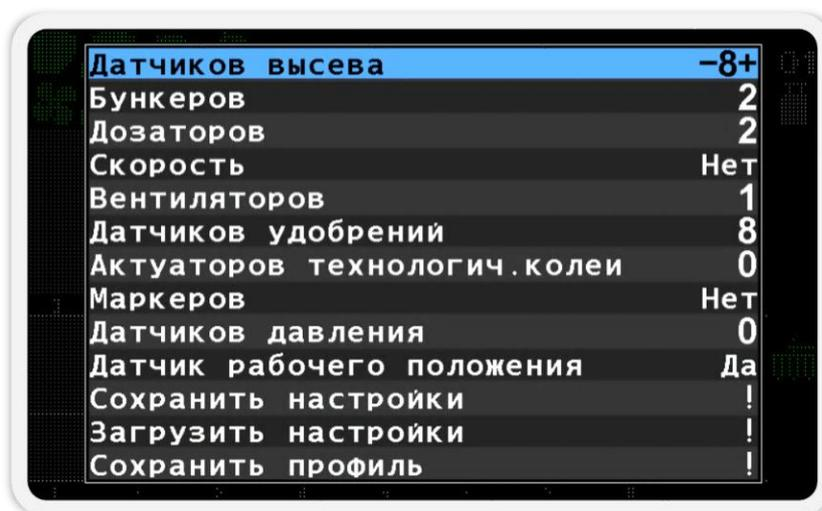

Рисунок 48 Меню настроек профиля
4. В меню настроек профиля (см. Рисунок 48) для каждого типа датчика или актуатора имеется соответствующий пункт меню. Параметр, который расположен с правой стороны меню, задает количество датчиков или способ их подключения. Для перемещения от одного пункта меню к другому используйте кнопки  «Вверх» и  «Вниз», а для изменения параметра используйте кнопки  «Плюс» и  «Минус». Подробное описание параметров находится в конце этой главы.